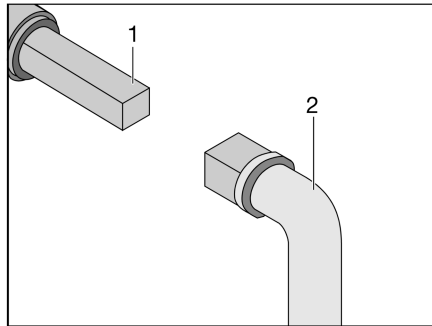

Fig. 343 Utilizzo del rubinetto di scolo delle acque grigie
- Inserire la chiave (Fig. 343,2) sul perno quadro (Fig. 343,1).